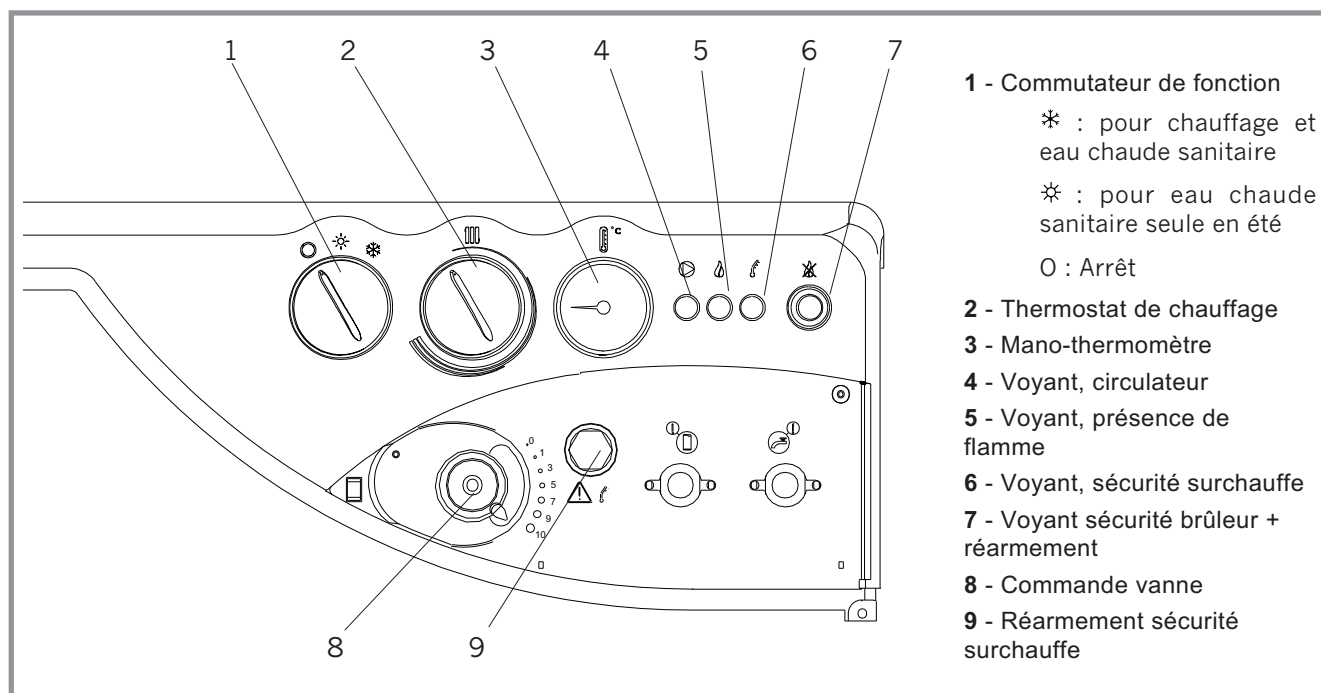

Figure 30 - Organes de commande et de contrôle
- Positionner le commutateur (rep. 1, fig. 30) sur la fonction désirée :
Si la chaudière est équipée d'un thermostat à régulation sur vanne, se référer au mode d'emploi de cette régulation. La chaudière s'allumera automatiquement lors d'une demande chauffage ou sanitaire après une phase de ventilation d'environ 15 secondes. La présence de flamme est signalée par le voyant vert (rep. 5, fig. 30).
- S'assurer que le thermostat de chaudière (rep. 2, fig. 30) est en demande.
- S'assurer que le thermostat de sécurité est bien armé, pour cela dévisser le capuchon (rep. 9, fig. 30) et appuyer sur le bouton.
- S'assurer que le brûleur n'est pas en sécurité, pour cela appuyer sur le bouton de réarmement sécurité du brûleur (rep. 7, fig. 30).
- Positionner le commutateur sur * (rep. 1, fig. 30)
- Régler la manette de la vanne mélangeuse (rep. 8, fig. 30) entre 1 et 10 pour obtenir la température désirée sur le circuit de chauffage (plage conseillée 5 à 10).
Le voyant vert (rep. 4, fig. 30) indique le fonctionnement du circulateur chauffage.
- Placer le commutateur sur * (rep. 1, fig. 30).
- Régler la manette de la vanne mélangeuse (rep. 8, fig. 30) sur 0.
- mettre le commutateur de fonction en position "O" (rep. 1, fig. 30, p. 19).
Lorsque la température dans le corps de chauffe dépasse 110 °C, la chaudière est stoppée par son dispositif de sécurité de surchauffe. Le voyant poussoir "sécurité brûleur" (rep. 7, fig. 30, p. 19) est allumé.
- Appuyer sur le voyant-poussoir (rep. 7, fig. 30, p. 19) pour réarmer le brûleur. Dans ce cas le voyant rouge (rep. 6, fig. 30, p. 19) s'allume pendant la phase d'allumage puis le brûleur passe en sécurité et le voyant-poussoir (rep. 7, fig. 30, p. 19) est de nouveau allumé.
- Attendre que la température de l'eau soit redevenue normale et réarmer la sécurité de surchauffe (rep. 9, fig. 30, p. 19) et le brûleur (rep. 7, fig. 30, p. 19)
En cas d'anomalie dans l'alimentation gaz ou en cas de défaut d'allumage, l'électrovanne du bloc gaz se ferme automatiquement : le voyant-poussoir de "sécurité brûleur" (rep. 7, fig. 30, p. 19) est allumé.
- Appuyer sur le voyant-poussoir pour réarmer le brûleur (rep. 7, fig. 30, p. 19).